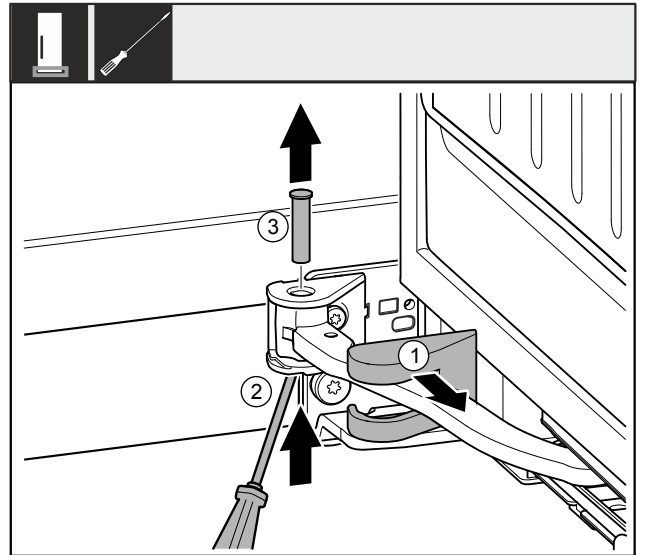

Fig. 9
- ▶ Retire la cubierta del soporte del cojinete Fig. 9 (1) y deslícela a lo largo de la bisagra.
- ▶ Levante el perno Fig. 9 (2) desde abajo con un destornillador.
- ▶ Extraiga el perno Fig. 9 (3) desde arriba.